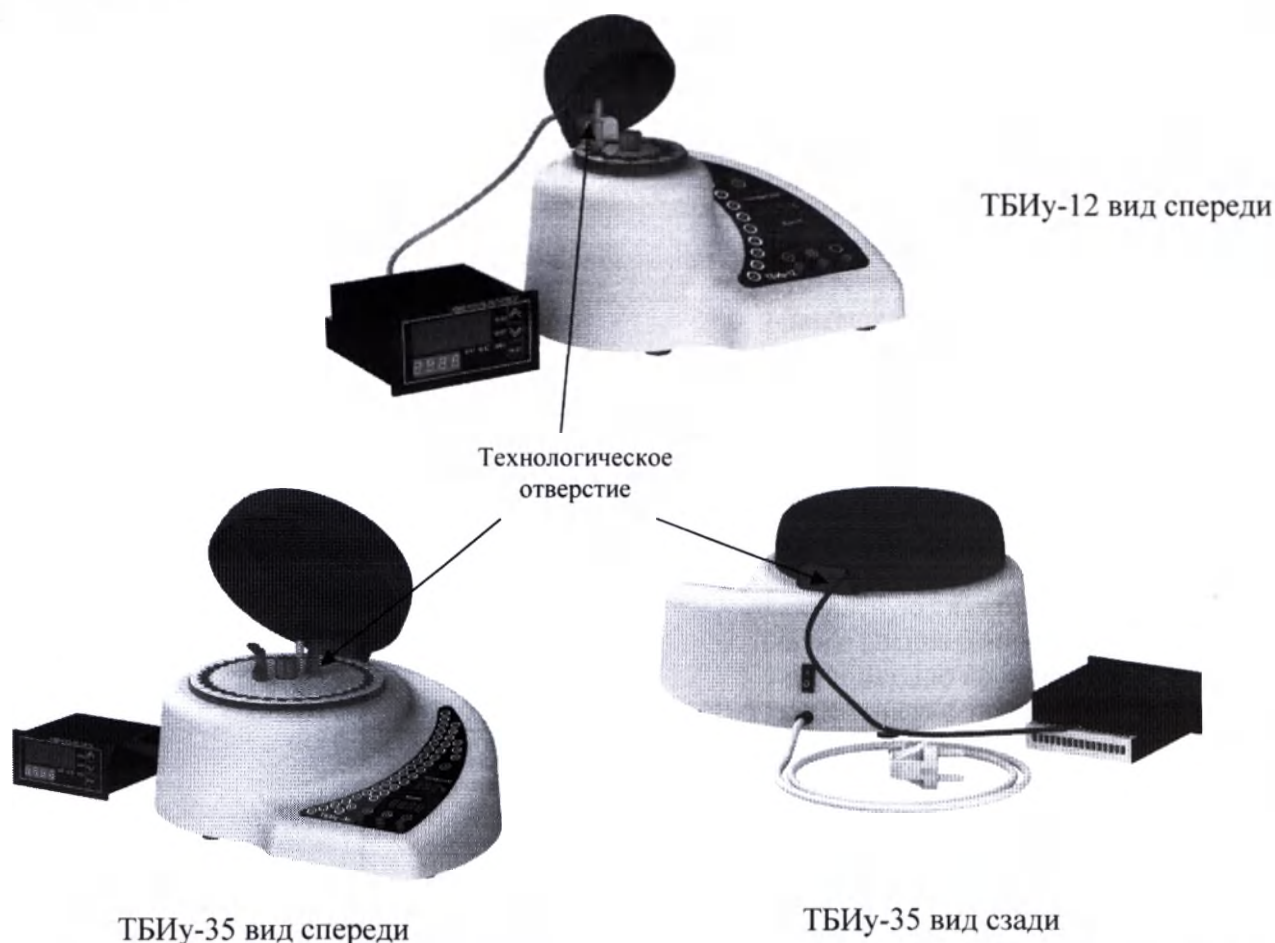

Рисунок 10 Схема для проверки отклонения температуры от заданного значения
- вставить измеритель температуры в технологическое отверстие в задней части крышки термостата (Рис.10);
- установить пробирку в любую ячейку (Рис.10);